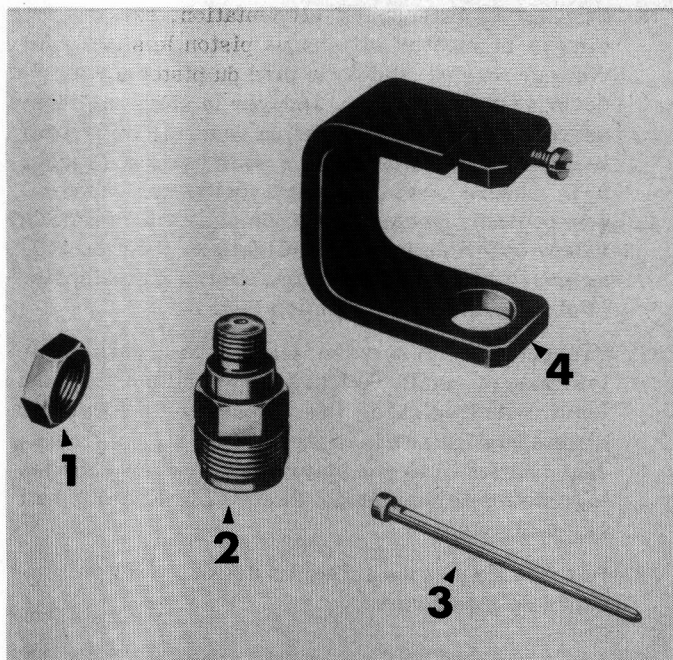

FIGURE 97 : Outil N° T.9076 — 1 = Ecrou de fixation, 2 = Faux support de soupape, 3 = Tige, 4 = Support de comparateur.
2. Monter le faux support de soupape de l'outil T 9076, bloquer solidement et enfiler la tige dans la faux support, de telle façon que son extrémité inférieure repose sur la tête du piston N° 1 (Figure 97).